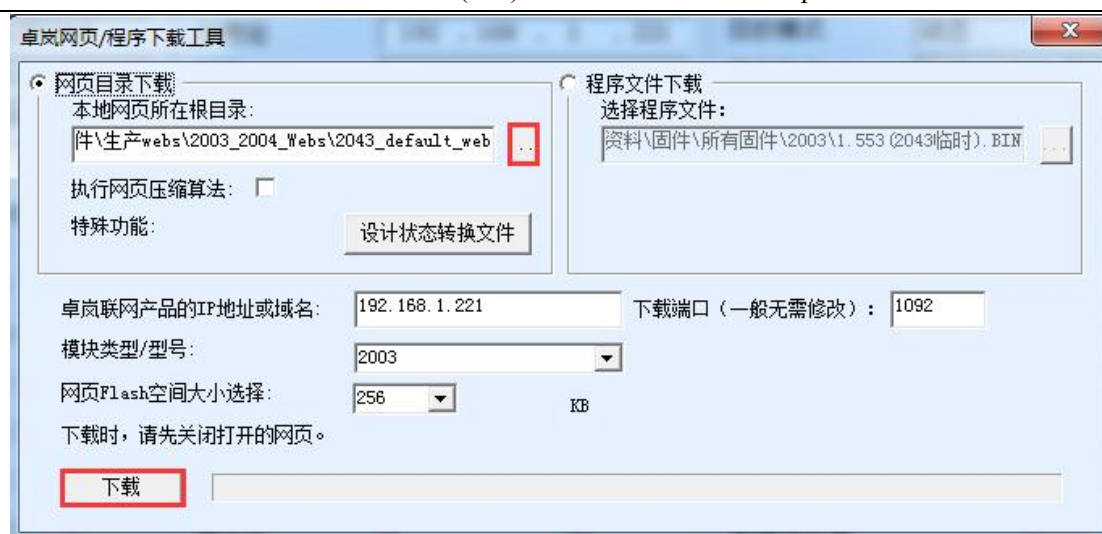

图 48 ZLSN2007 web 升级方法
- 3 如图 48 所示，选择“程序文件下载”单选项。在程序文件中，选择固件文件。串口服务器的 IP 地址部分已经自动填写好，无需再写入，模块类型/型号已经自动选择好。然后点击下载。
- 6 Web 配置界面更新：固件升级后模块内部的配置网页也需要更新，否则无法再通过 Web 配置，但是不影响通讯。无需 web 配置的也可以不下载网页。下载 Web 的方法是：如图 48 所示，将“程序文件”下载模式改为“网页目录下载”。并且选择本地网页所在根目录为需要下载的网页文件所在目录（该目录可以从卓岚获得），点击下载，将本地网页目录下的所有文件下载到设备内部的文件系统上。